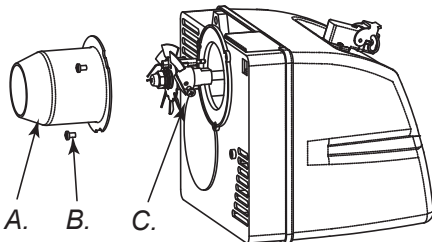

Abbildung 12 - Demontage Rohr und Brenner
- Die drei Schrauben (B Abb. 12) lösen, welche das Brennerrohr (A Abb. 12) festhalten.